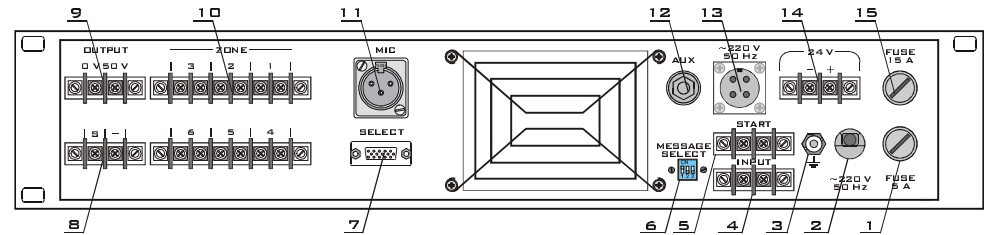

Рисунок 4
9.2.2. Розміщення клем та гнізд для підключення на задній панелі апаратури ВЕЛЛЕЗ та їх призначення вказано на рис. 4.